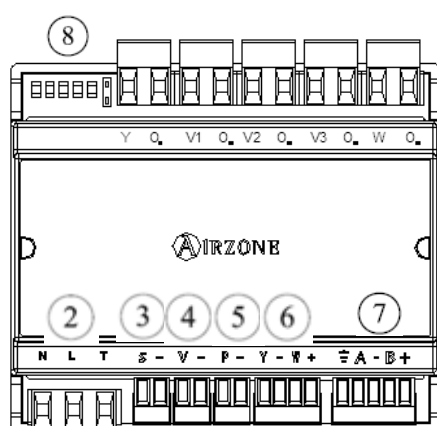
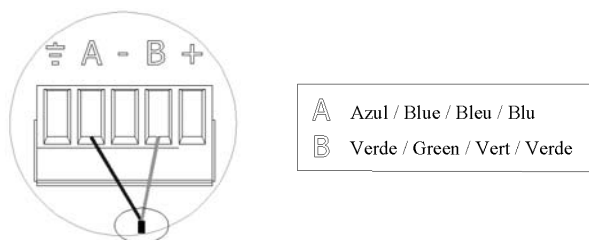

Fig. 21
Fig. 22
①	Relés control Fancoil
②	Alimentación (230 Vac.)
③	Conexión Sonda
④	*Conexión del detector de ventana
⑤	Conexión del detector de presencia
⑥	Conexión termostato
⑦	Conexión bus expansión
⑧	Jumper configuración
El módulo de zona Fancoil (Fig. 21) es un elemento que se conecta al bus de expansión de la central ① - Fig. 22. Se realiza mediante una borna de 5 pines ⑦. Para ello fije el cable con los tornillos de la borna, respetando el código de colores asociado a la serigrafía.